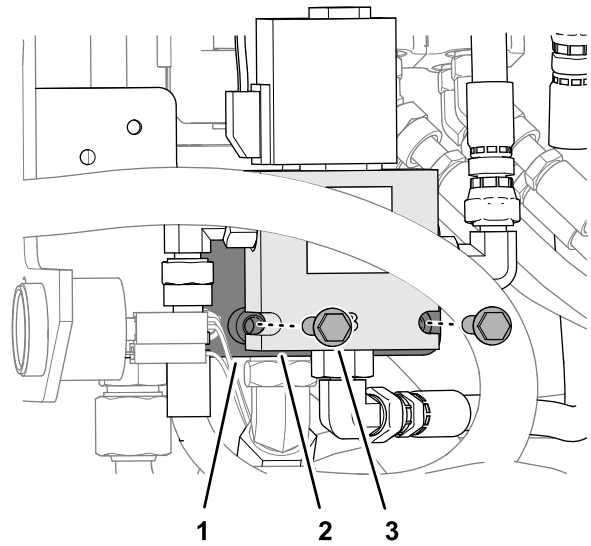

Bild 31
1. Richten Sie die Kerben im Gehäuse des Antriebsfreigabeventils auf die Gewindestifte aus, wenn Sie die Halterung des Niedrigflussventils nutzen (Bild 31).